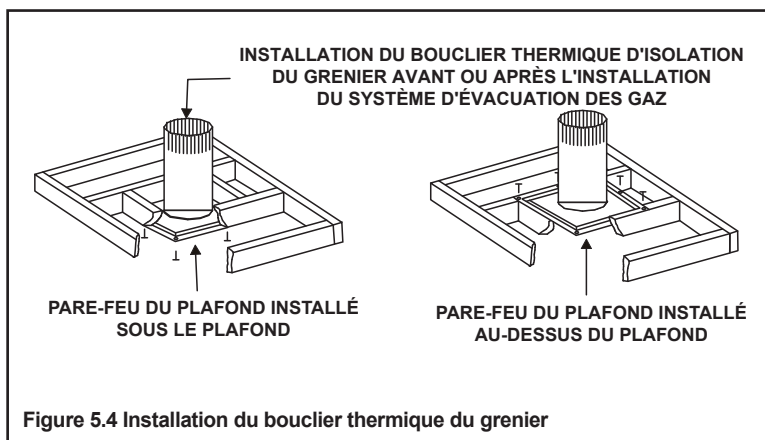

Figure 5.4 Installation du bouclier thermique du grenier
- Le pare-feu du plafond peut être installé sur ou sous les poutres de soutien du plafond, lorsqu'il est installé avec un bouclier thermique d'isolation du grenier (UNIV-AS2). Il doit être sous les poutres de soutien entre les planchers non isolés. Consultez la Figure 5.4.